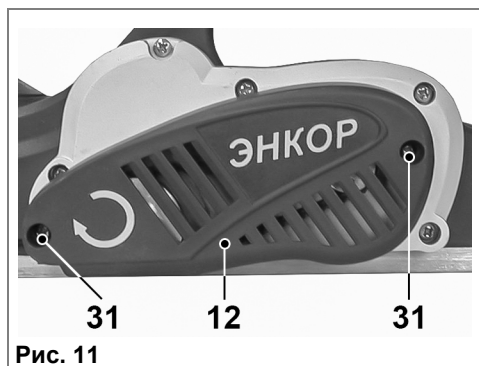

Рис. 11
9.5. Замена приводного ремня (Рис. 11, 12).